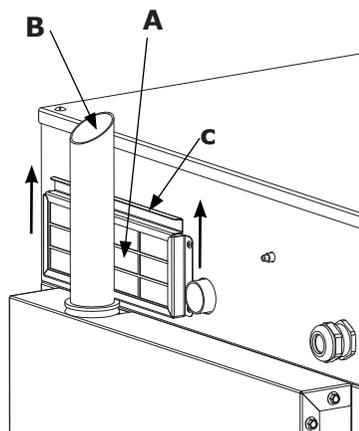

fig. 64
Il filtro si trova sulla parte posteriore del forno (**rif. A - fig. 64**).
1. Afferrare la linguetta del filtro (**rif. C - fig. 64**), e sollevarla facendo scorrere verso l'alto il filtro dal suo alloggiamento.
Lo scarico umidità (rif. **B fig. 64** pag. **39**) espelle i vapori prodotti all'interno della camera di cottura.